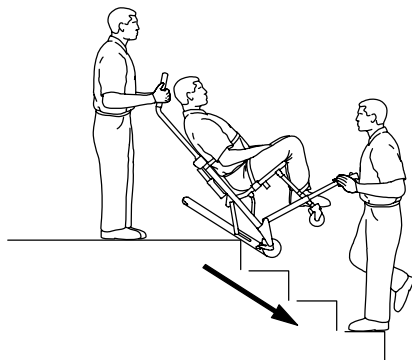

Rysunek 8 – Czerwony pręt zwalniający gaśienice
4. Operator po stronie głowy pacjenta: Dociśnij czerwony pręt zwalniający gaśienice do czarnej rurki poprzecznej (Rysunek 8). Puść pręt zwalniający i silnie odciągnij system **Stair-TREAD** do pozycji pełnego rozsunięcia aż do pełnego zablokowania obu stron. Zawsze upewnij się, że obie strony systemu **Stair-TREAD** zostały zablokowane, wykonując próbę ponownego złożenia gaśienic.